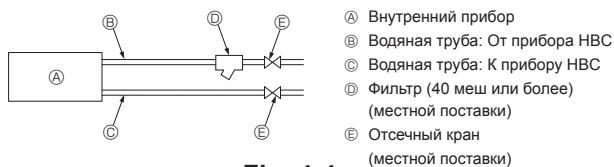

Fig. 4-4
10. Обратитесь к [Fig. 4-4] при подсоединении источника воды.